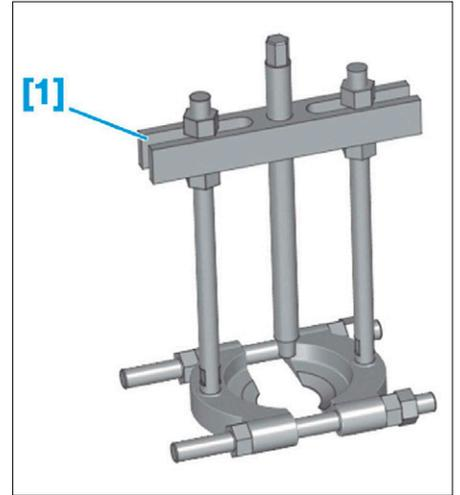

FIG. 35
- [1]. Extracteur FACOM U53 (Fig.35).